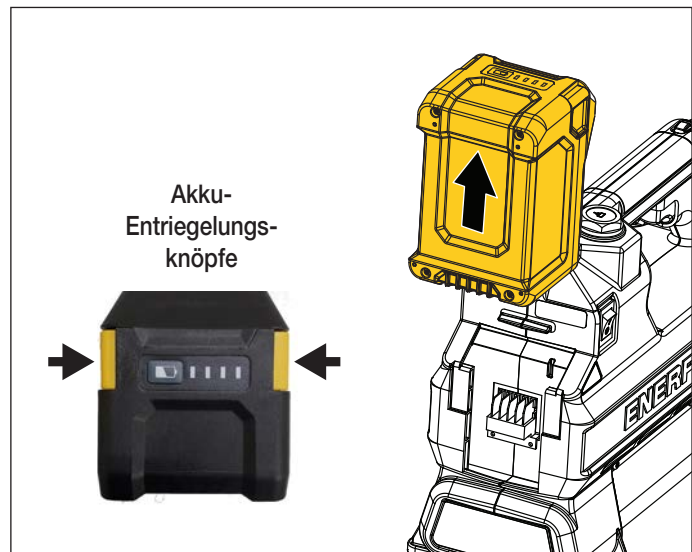

Abbildung 7: Akku – Entfernen
- **Entfernen des Akkus aus der Pumpe:** Drücken Sie die Entriegelungsknöpfe, die sich auf beiden Seiten des Akkus befinden, und halten Sie diese gedrückt. Ziehen Sie den Akku anschließend nach oben und entfernen Sie diesen aus der Pumpe. Siehe Abbildung 7.